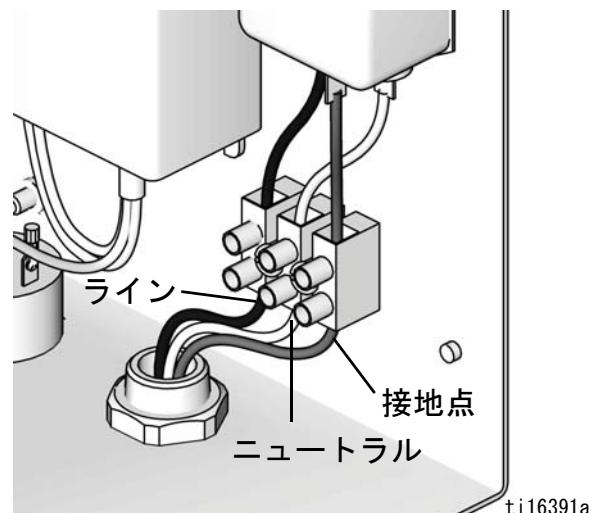

図 6. コントロールボックスの電気接続
2. 電気コードを図 6 の通りに端子ブロックに接続します。